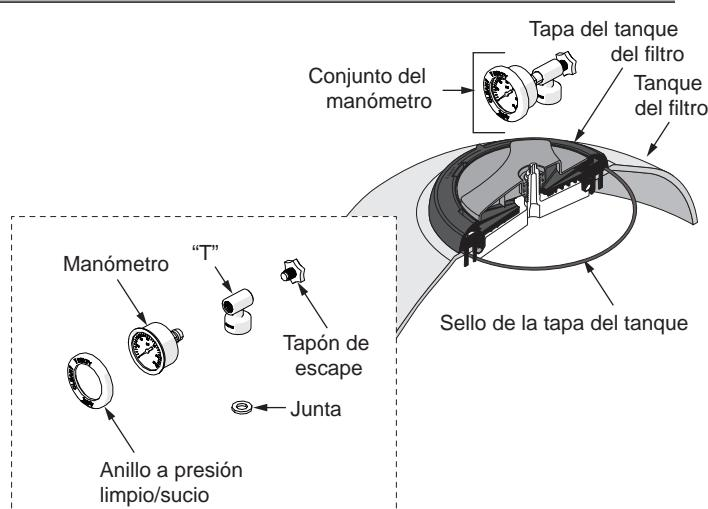

Figura 5. Instalación de la tapa y del manómetro
Asegúrese de que la junta tórica esté completamente limpia y lubricada con un lubricante que no sea con base en petróleo. Antes de someter el filtro a presión, asegúrese de que la manija se gire de la manera más apretada posible, a fin de lograr un sello correcto. Consulte la Figura 5.
4. Verifique que la tapa esté correctamente asentada y apretada. Consulte la Figura 5.